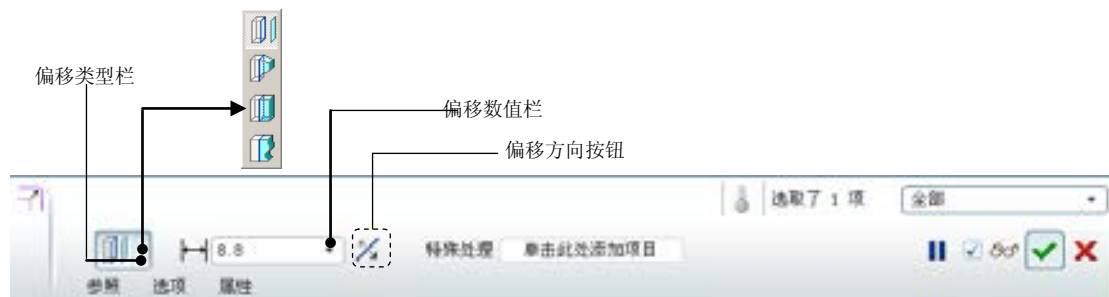

图 6.2.33 操控板
编辑(E) 下拉菜单中的 **偏移(O)...** 命令用于创建偏移的曲面。注意要激活 **偏移(O)...** 工具，首先必须选取一个曲面。偏移操作由图 6.2.33 所示的操控板完成。